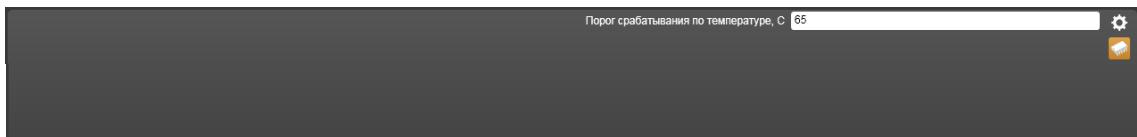

Рисунок 14.14.21 – Свойства Пожарного теплового извещателя ИП 101-29-АЗR1
7) Пожарный тепловой извещатель ИП 101-29-АЗR1 (ИП-29) (Рисунок 14.14.21).